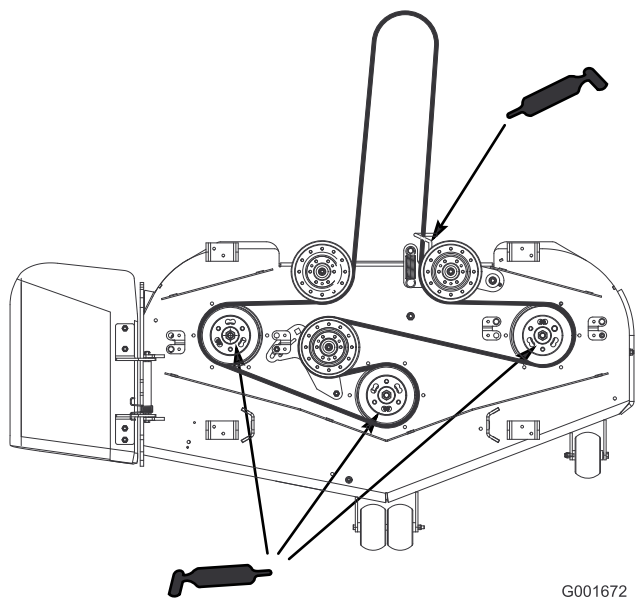

Figure 26
4. Lubrifiez les roulements des trois axes sous les poulies jusqu'à ce que la graisse sorte par les joints inférieurs (Figure 26).
5. Graissez le bras de la poulie de tension sur le plateau de coupe (Figure 26).
6. Lubrifiez les graisseurs des bras de poussée (Figure 26).